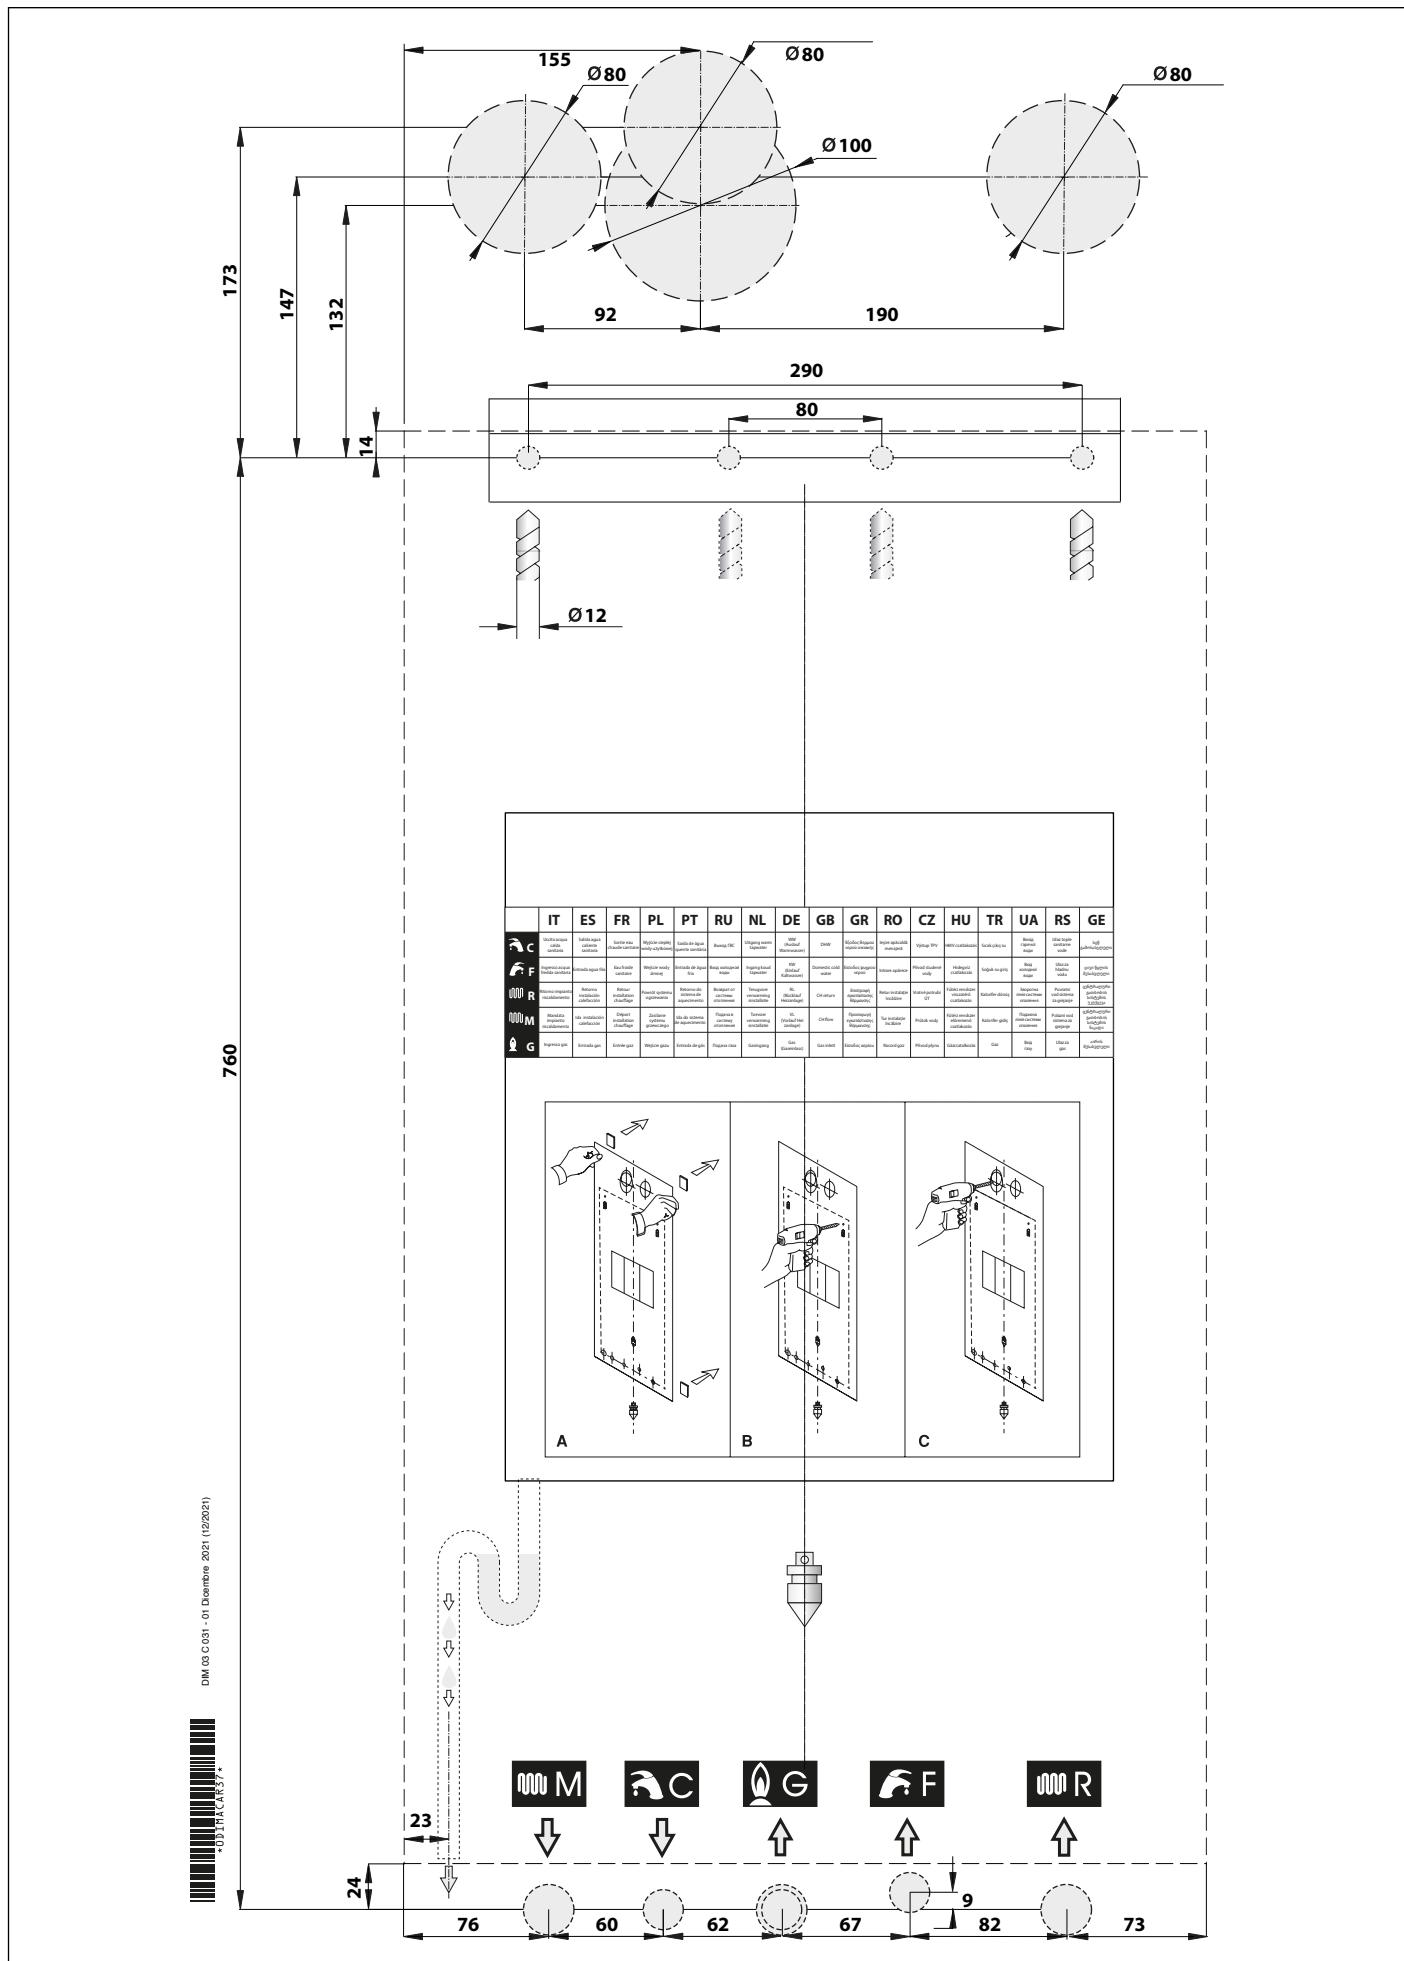

Fig. 9 Şablon de hârtie
- » Şablon de montare a centralei pe perete (vezi Fig. 9 Şablon de hârtie);
Fiecare echipament este însoțit de un şablon de hârtie inclus în ambalaj (vezi Fig. 9 Şablon de hârtie).